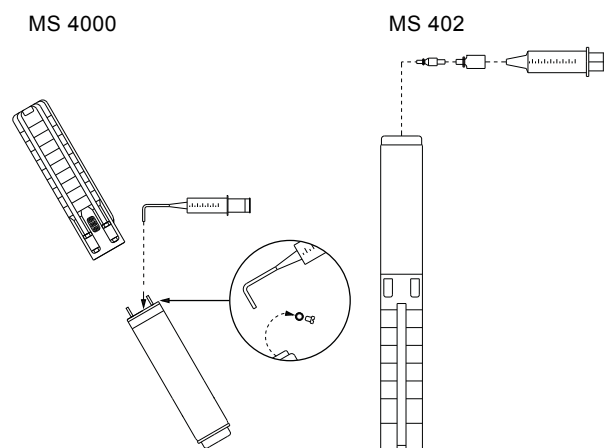

Рис. 2 Положение электродвигателя при заполнении - MS 4000 и MS 402
1. Расположите погружной насос, как показано на рис. 2. Заливочное отверстие должно быть в верхней точке двигателя.
3. С помощью специального шприца заливайте в электродвигатель охлаждающую жидкость, пока она не начнёт вытекать через заливочное отверстие. См. рис. 2.